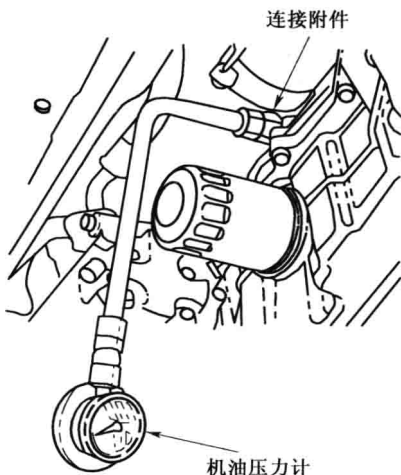

图 1-3 安装机油压力计及附件
(1) 如图 1-3 所示, 拆下机油压力开关, 安装机油压力计(07506-3000001)及附件(07406-0030000)。
(2) 起动发动机, 使发动机达到正常运行温度(风扇至少起动两次)。
(3) 观察机油压力计, 怠速时最小机油压力应为 70kPa; 转速为 3000r/min 时最小机油压力应为 340kPa。
(4) 如果机油压力不符合要求, 则应检查机油集